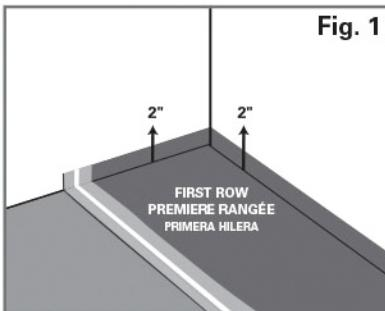

Fig. 1
- Start in the corner of the room, and roll out the first row of underlayment with the logo side facing down. Make sure to run the underlayment two inches up the walls (Fig. 1).
- Commencer dans le coin de la pièce et dérouler la première rangée de sous-couche avec le côté logo vers le bas. Veiller à faire remonter la sous-couche de 2 pouces le long des murs (Fig. 1).
- Comience en la esquina de la habitación y desenrolle la primera hilera de contrapiso con el costado con el logo mirando hacia abajo. Asegúrese de correr el contrapiso 2 pulgadas / 5 cm corriendo hacia arriba de la pared. (Fig. 1).